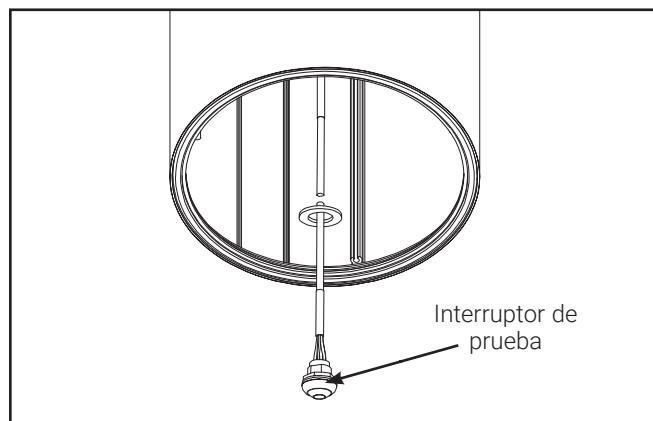

Figura 9.
1. Extraiga del cilindro el interruptor de prueba del paquete de baterías. (Figura 9)